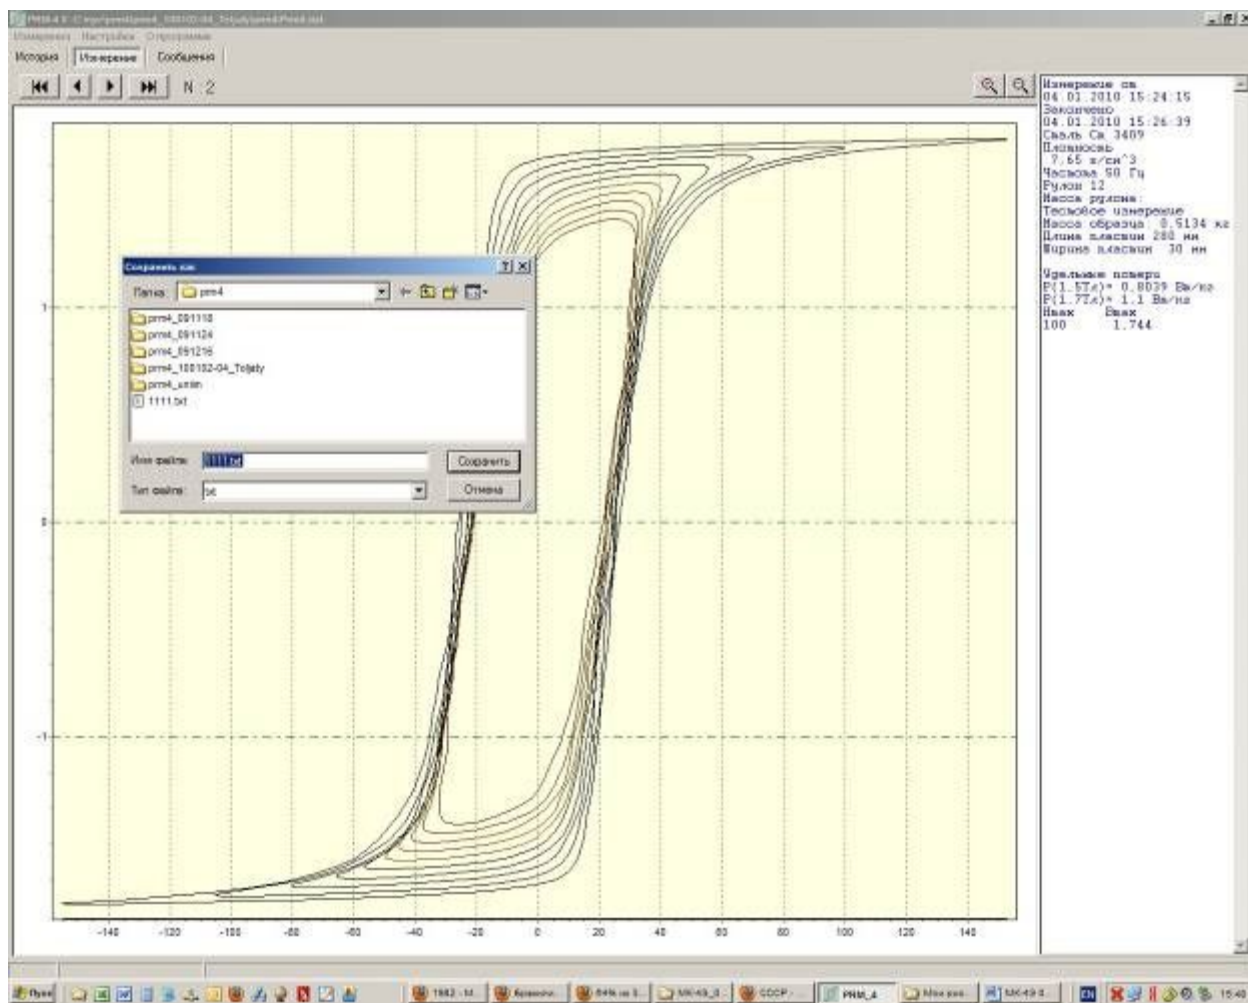

Рис.5 Окно "Измерения\Экспорт в файл"
2.3.2.16 При нажатии кнопки "Экспорт в файл" открывается окно для сохранения исходных данных и результатов измерения в текстовом файле (рис.5).